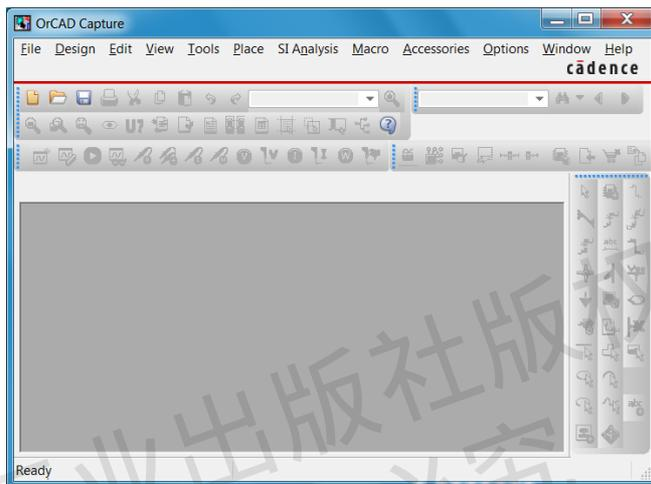
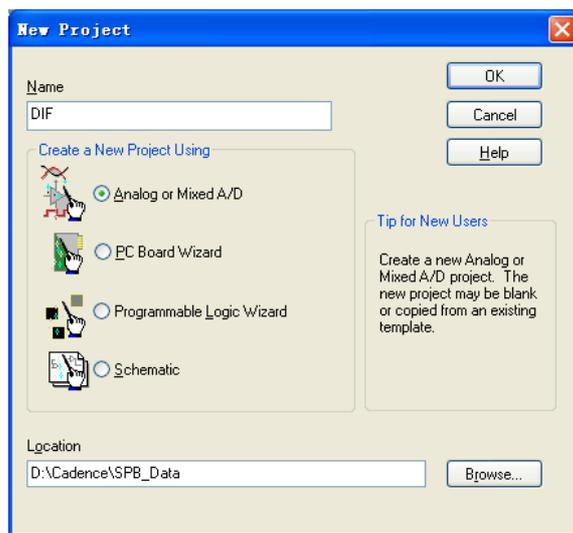
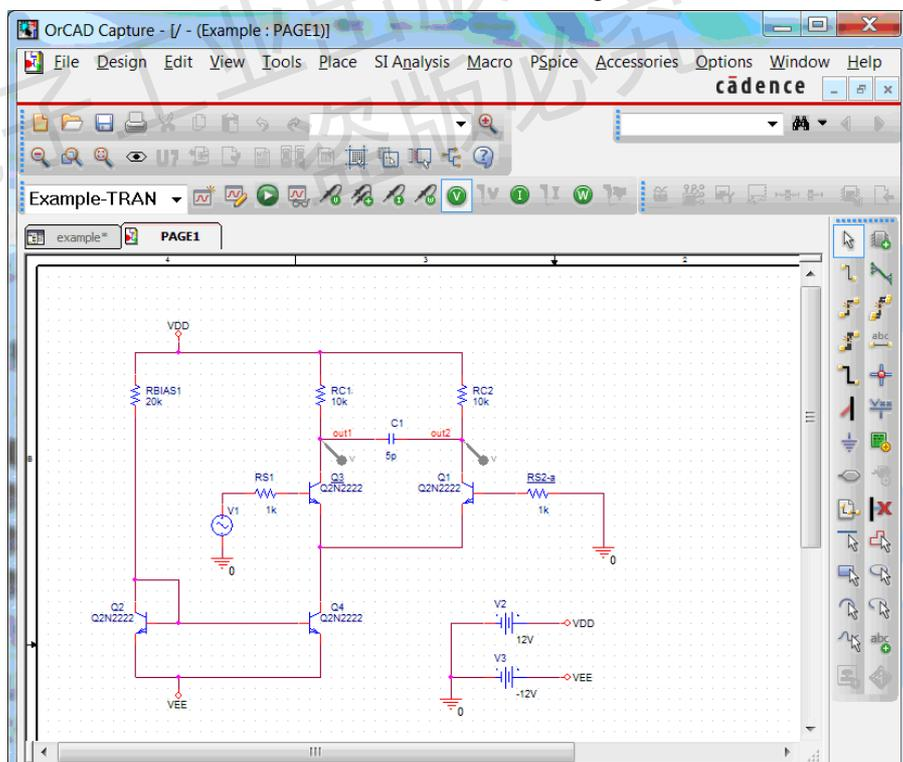

图 2-2 Capture 启动窗口
图 2-3 New Project 对话框
图 2-6 绘制有差分对电路的 Page Editor 窗口
OrCAD 是一个应用软件包，Capture 是其中的一个软件。因此可以采用 Windows 中应用软件的调用方法启动 Capture 软件。图 2-2 为 Capture 启动后的窗口。
在启动窗口 (见图 2-2) 中选择执行 File→New→Project 子命令，屏幕上将弹出如图 2-3 所示的 New Project 对话框，在此需进行三项设置。
① 设定设计项目名称：在 Name 下方的对话框中键入新建的设计项目名称。
② 选定设计项目类型：图 2-3 中有 4 个选项用于选定该设计项目的类型。本书只介绍对绘制的电路图如何进行 PSpice 电路模拟，因此应选中 Analog or Mixed A/D。若电路图要用于印制电路板设计，则应选择 PC Board Wizard。Programmable Logic Wizard 表示电路图将用于 CPLD 或 FPGA 设计。如果只是绘制一般的电路图，并不专门用于上述几种电路设计，则应选中 Schematic。
③ 设置设计项目路径名：图 2-3 的 Location 项用于设置新建设计项目所在的子目录。与常用的应用软件一样，采用 Browse 按钮可帮助用户尽快确定路径名。
在图 2-3 中完成新建项目参数设置后，单击 OK 按钮，屏幕上即出现如图 2-4 所示的 Create PSpice Project 对话框，供用户选择创建项目的方式。
说明：如果要处理一个已有的设计项目，应在图 2-2 所示的 Capture 启动窗口中，选择执行 File→Open→Project，从弹出的 Open Project 对话框中，选择欲打开的设计项目文件名（以 .opj 为扩展名），这时，屏幕上也会出现设计项目管理窗口。图 2-5 就是打开一个 example.opj 设计项目后的设计项目管理窗口。标题栏中显示的是该项目的名称及其所在的路径。
双击图 2-5 中 PAGE1 名称，显示有相应差分对电路的 Page Editor 窗口，如图 2-6 所示。
由图 2-6 可见, Page Editor 窗口是一个典型的 Windows 窗口, 包括标题栏、主命令菜单区、工具栏、工作区、滚动条和状态栏。
如图 2-2、图 2-5 和图 2-6 所示, 在不同的 Capture 子窗口中, 命令菜单包含的命令各不相同。本节介绍绘制电路图时将会频繁使用的 Page Editor 窗口中的命令系统。